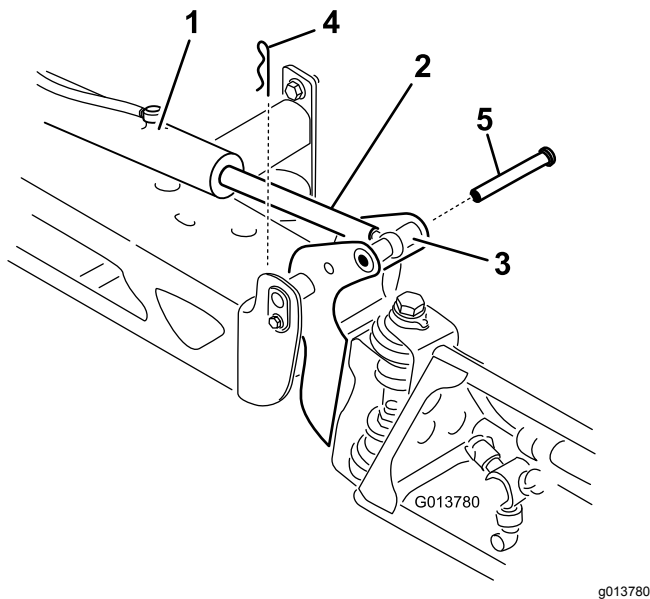

Рисунок 103
2. Извлеките шплинт из оси поворота (Рисунок 103).
3. Поднимите стрелу, извлеките штифт (Рисунок 103) и медленно опустите стрелу на землю.
9. Удерживая стрелу, проденьте штифт сквозь ось поворота стрелы и шток привода (Рисунок 103).